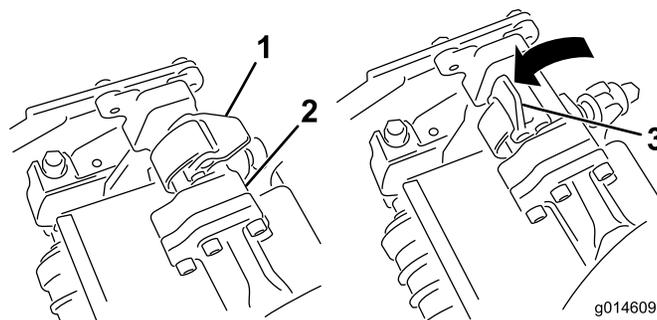
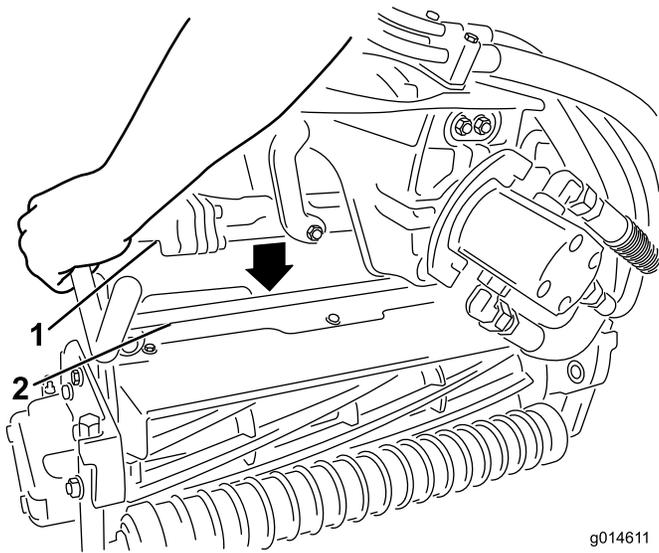

図 13
図 14
9. サスペンションアームのバーについているラッチを上向き（開いた状態）にして（図 13）、サスペンションアームを押し下げて、バーを、カッティングユニットのバーの上に被せるようにする（図 14）。
10. ラッチを下げて閉じるとカuttingユニットのバーがロックされてユニットがアームにセットされる (図 13)。